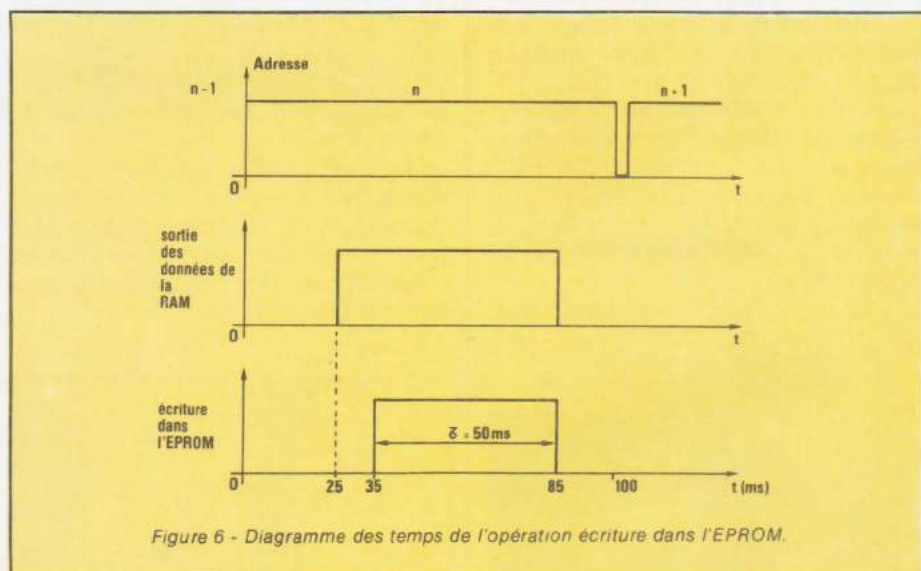

Figure 6 - Diagramme des temps de l'opération écriture dans l'EPROM.
- t = 100 ms, changement d'adresse (voir la figure 6).